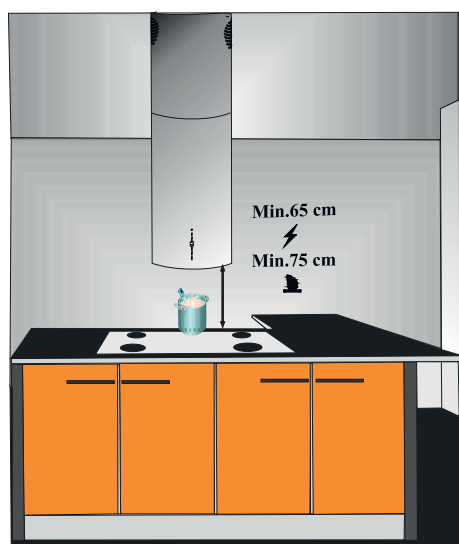

Fig. 10
- Efter at have gennemført installationen af emhætten, skal den mindste afstand være 65 cm mellem produktet og enhver elektrisk kogeplade; og 70 cm mellem det og enhver gasstand eller kogeplade, der brænder andre brændstoffer (Fig. 10).